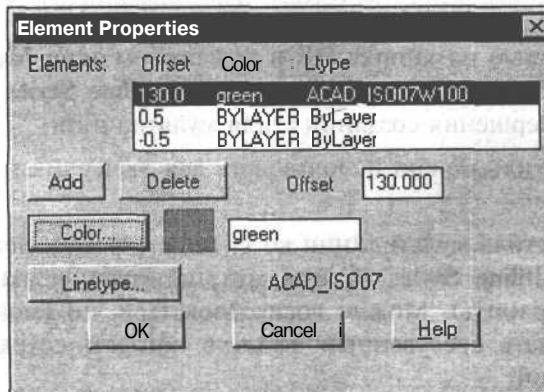

Рис. 13.7. Диалоговое окно создания нового элемента
6. Задайте **Offset** (Смещение), **Color** (Цвет) и **Linetype** (Тип линии) нового элемента мультилинии (рис. 13.7).